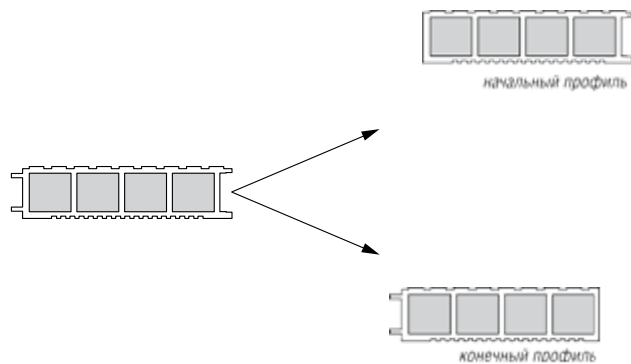

Рис.16 Начальный и конечный профиль для удобства монтажа
- крепёжные выступы для создания конечного профиля (см. рис. 16).